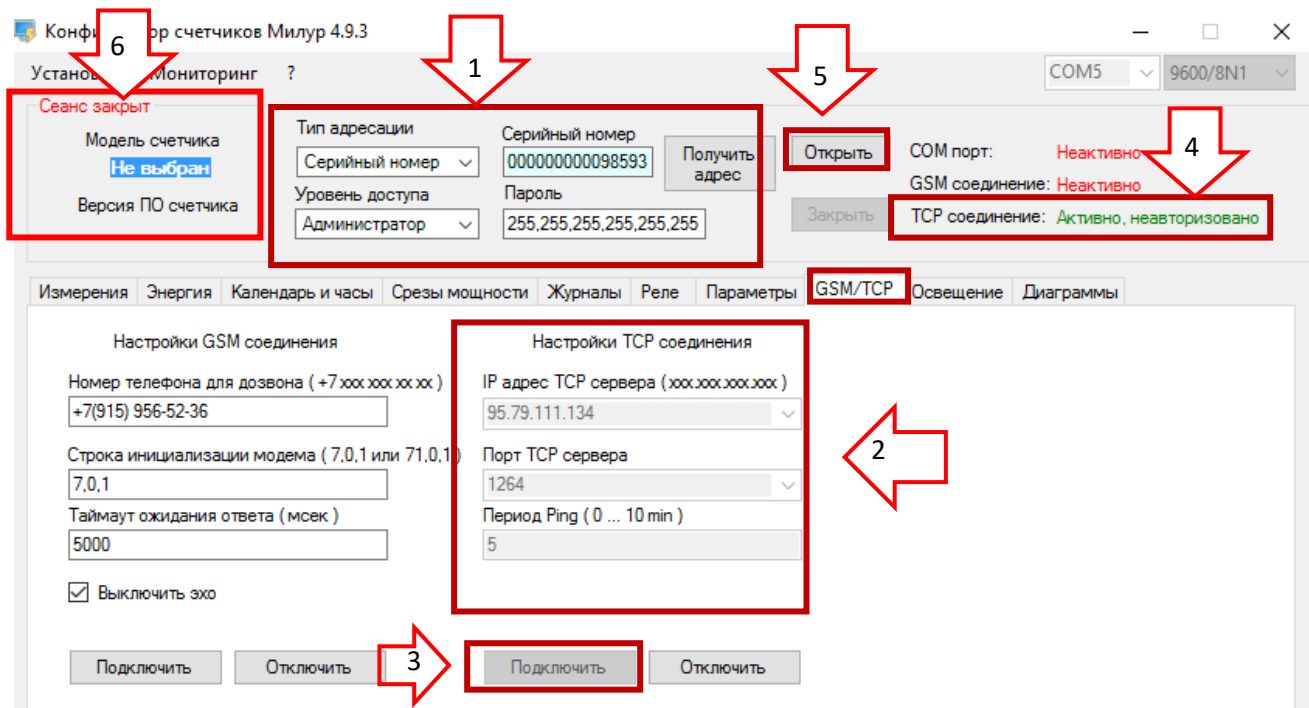

Рисунок 32 – Настройки TCP-соединения
- нажать кнопку «Получить адрес» (рисунок 32→1);
- на вкладке «GSM/TCP» ввести IP - адрес и IP - порт используемого TCP - сервера, которые были заданы в SMS-сообщении (рисунок 32→2);
- нажать кнопку «Подключить», находящуюся под настройкой TCP – соединения (рисунок 32→3);
- в верхнем меню сеанса связи Конфигуратора счетчиков Милур нажать кнопку «Открыть» (рисунок 32→5);
- на панели настроек конфигуратора отобразится надпись: «Сеанс открыт: администратор», считаются данные о модели счетчика и версии его ПО (рисунок 32→б);